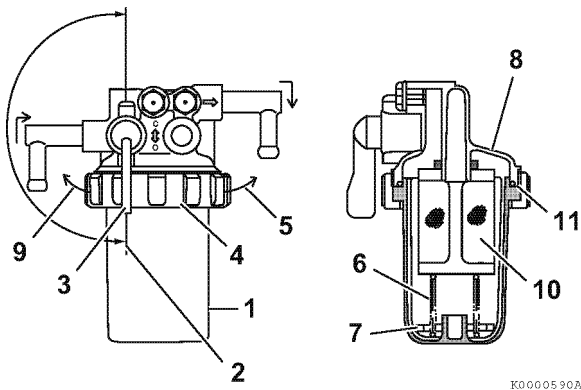

Рисунок 4
1. Поместите под топливным фильтром/водоотделителем разрешенную емкость (Рисунок 4, (1)) для сбора загрязнителей.
2. Закройте (Рисунок 4, (2)) топливный кранчик (Рисунок 4, (3)).
3. Вращайте крепежное кольцо (Рисунок 4, (4)) влево (Рисунок 4, (9)).
4. Осторожно снимите чашку (Рисунок 4, (1)). Извлеките из чашки удерживающую пружину (Рисунок 4, (6)) и поплавков (Рисунок 4, (7)). Вылейте топливо в разрешенную емкость и утилизируйте надлежащим образом отходы. Держите чашку за дно с помощью технической салфетки, чтобы предотвратить капание топлива. Немедленно вытирайте все пролитое топливо.
6. Проверьте состояние сетчатого фильтра (Рисунок 4, (10)). При необходимости очистите сетчатый фильтр.
7. Проверьте состояние кольцевого уплотнения (Рисунок 4, (11)). При необходимости замените кольцевое уплотнение.
8. Поместите в чашку поплавков (Рисунок 4, (7)) и удерживающую пружину (Рисунок 4, (6)).
9. Установите чашку на установочный фланец (Рисунок 4, (8)) и вращайте крепежное кольцо (Рисунок 4, (4)) вправо (Рисунок 4, (5)). Затяните вручную.
10. Откройте топливный кранчик (Рисунок 4, (3)).